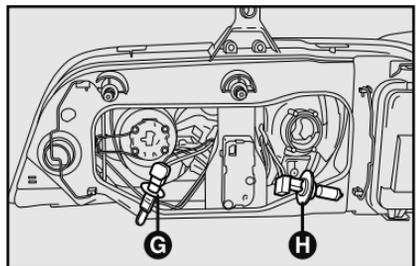

fig. 14
5) suelte los dos ganchos de fijación **D** o **F-fig. 14** y saque la lámpara **G** o **H-fig. 14**.